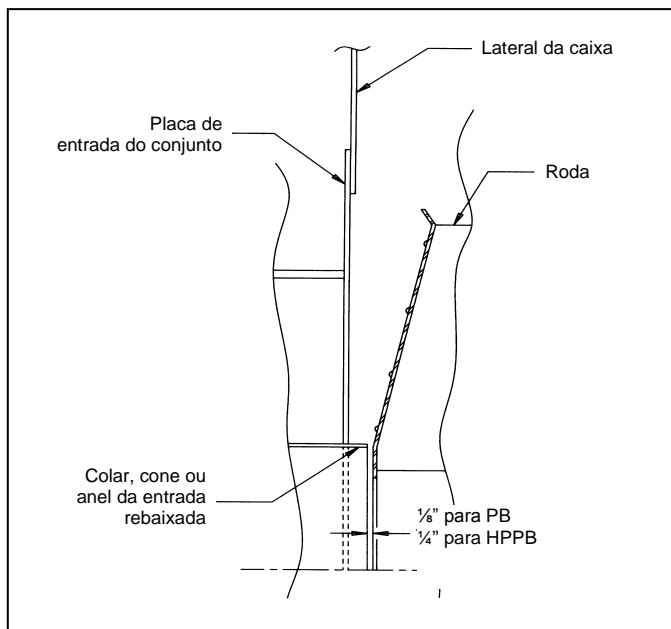

Figura 3
- Ao instalar uma nova roda, deverá ser mantida a folga correta entre a roda e a entrada (ver Figura 3).